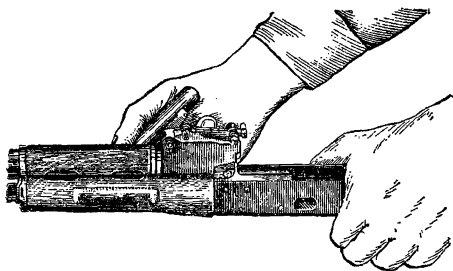

Рис. 11. Поворот замыкателя газовой трубки с помощью пенала принадлежности
9) Отделить газовую трубку со ствольной накладкой. Удерживая автомат (пулемет) левой рукой, правой надеть пенал принадлежности прямоугольным отверстием на выступ замыкателя газовой трубки, повернуть замыкатель от себя до вертикального положения (рис. 11) и снять газовую трубку с патрубком газовой камеры.